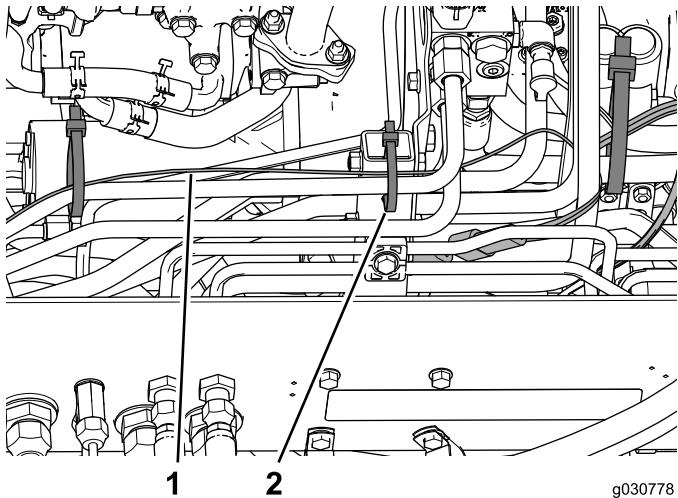

**Bild 50**
4. Verlegen Sie den Kabelbaum für die Flasche für die Scheibenwaschanlagenflüssigkeit durch die R-Klemme und schließen ihn an der Flasche an (Bild 50).